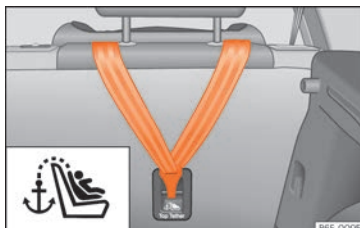

Fig. 42 Parte posterior de los asientos traseros: argollas de sujeción para el cinturón Top Tether.
- Deslice la correa y fíjela correctamente con el anclaje de la parte posterior del respaldo »» fig. 42.